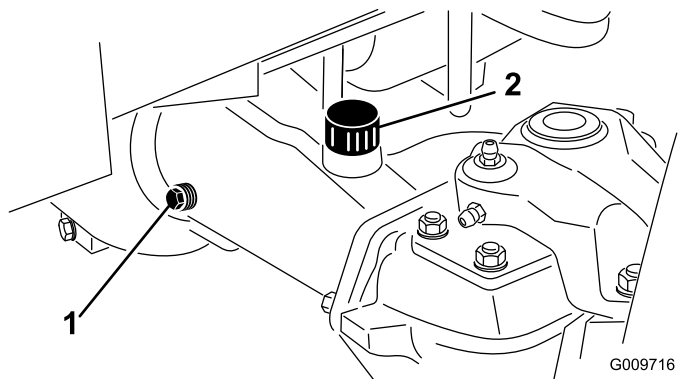

图58
2. 从轴的 1 端取出检查塞确保润滑油向上直至孔的底部 图58。